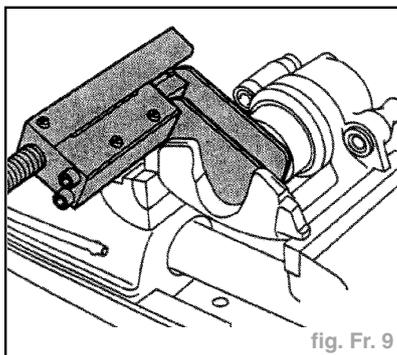

fig. Fr. 9
- Enfoncer le piston dans le boîtier d'étrier de frein à l'aide du dispositif à repousser les pistons (fig. Fr. 9) :